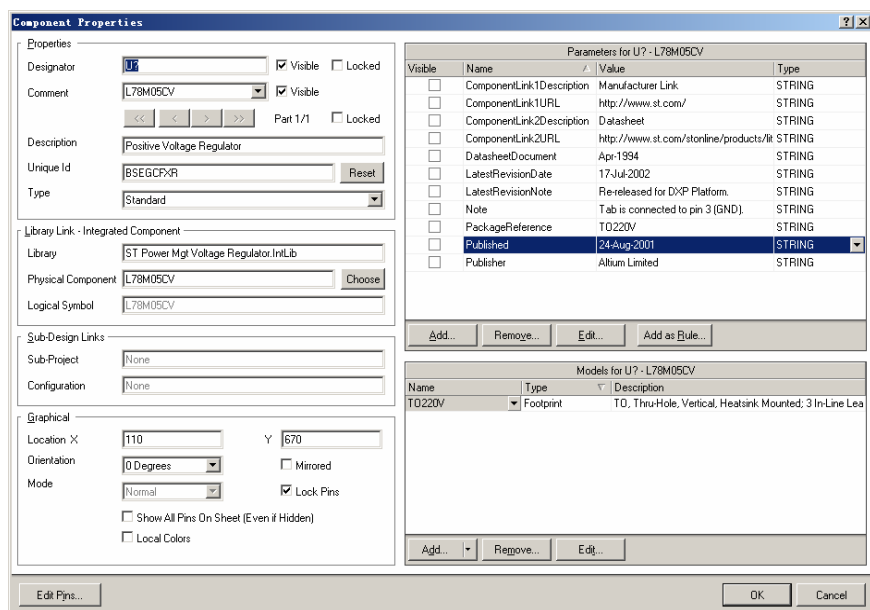

图 2.84 “Component Properties”对话框
(6) 单击键盘的“Tab”键，打开如图 2.84 所示的“Component Properties”对话框。